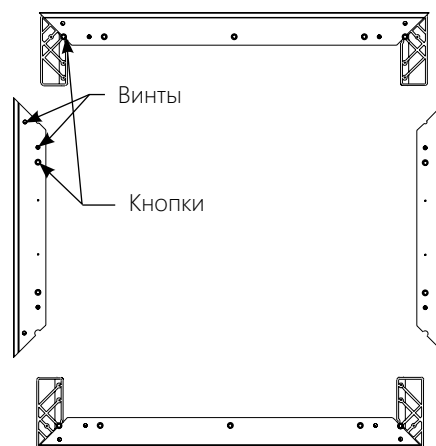

Рисунок 1 (вид сзади)
2. Соедините детали рамы на углах. (Примечание. Отверстия для сборки рамы могут не совмещаться как следует, пока не будет установлен весь крепеж. После установки крепежа углы рамы будут сведены для правильного закрепления.) Зафиксируйте детали рамы с помощью винтов № 10 из комплекта. Сначала наживите все винты, затем затяните. См. рис. 1.